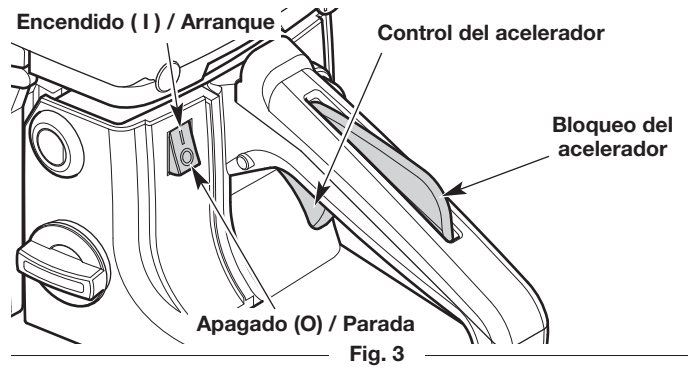

Fig. 3
5. Mueva el interruptor de encendido/apagado a la posición **On** (encendido) (Fig. 3).
**NOTA:** **NO** toque el control del acelerador hasta el paso 14 (Fig. 3).
8. **NO** toque el control del acelerador (Fig. 3). Coloque la unidad sobre una superficie plana y nivelada. Despeje el área de cualquier objeto que podría entrar en contacto con la cadena de la sierra.
- Mueva el interruptor de encendido/apagado a la posición **Off** (apagado) (Fig. 3). Espere a que la cadena de la sierra se haya detenido completamente.